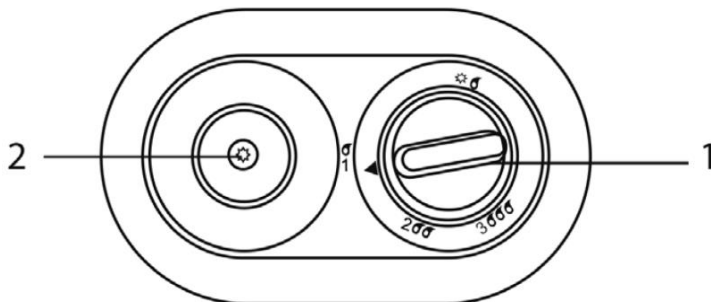

Рисунок 8
2. Нажмите и плавно поверните ручку регулировки газа на панели управления в положение 1σ (рисунок 8). Продолжайте удерживать в нажатом положении ручку регулировки газа в течение 20-30 секунд. Одновременно несколько раз нажимайте кнопку пьезоподжига, до тех пор, пока не загорится запальная горелка. Каждый раз, как Вы нажимаете на кнопку пьезоподжига, Вы можете слышать громкий щелчок и видеть искру на электроде пьезоподжига. Продолжайте удерживать ручку регулировки газа в нажатом положении в течение 10-15 секунд с момента зажигания факела запальной горелки для активации датчика наличия пламени.